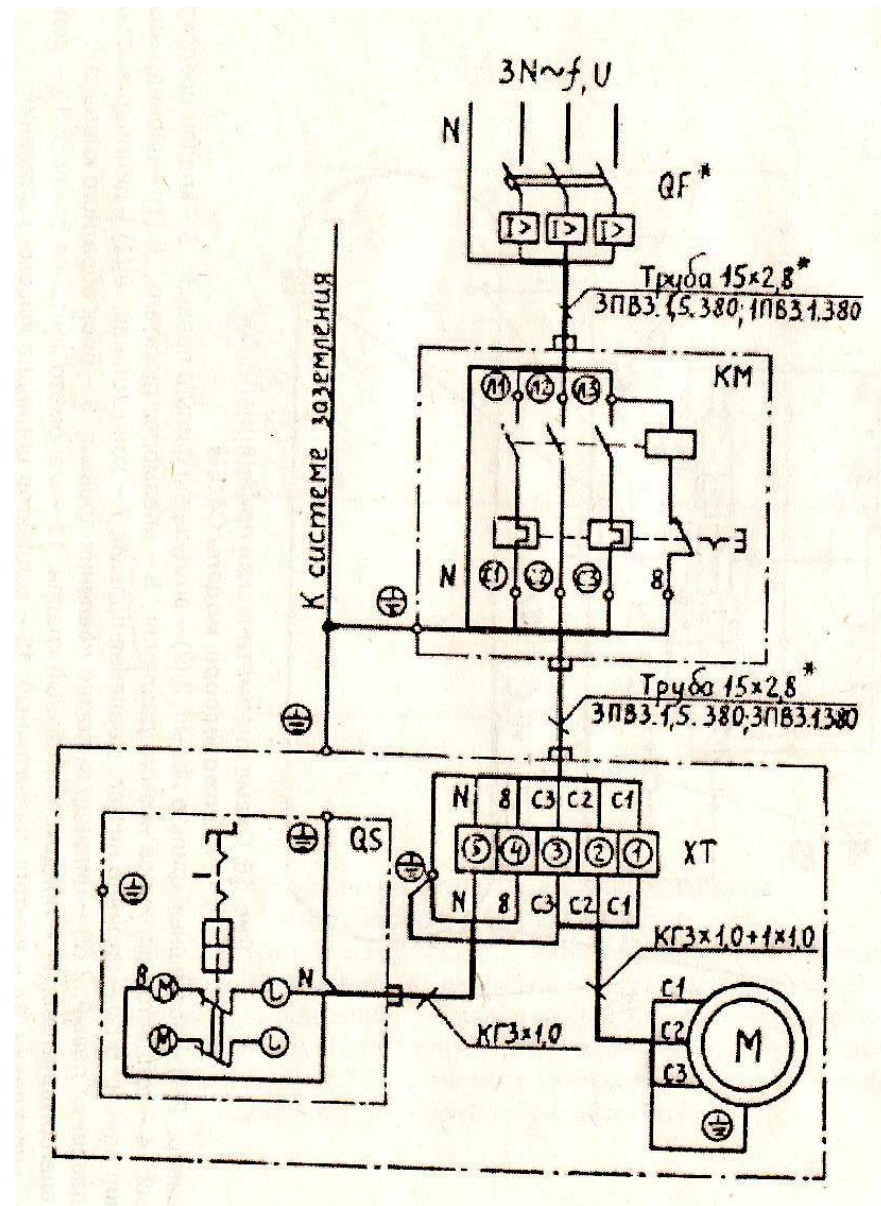

Рис. 17. Схема электрическая принципиальная и соединений компрессора модель C415M.
4.3.1. Компрессор выпускается для подключения в трехфазную четырехпроводную сеть с напряжением 380 В, 50 ГЦ (рис. 17 и 18).